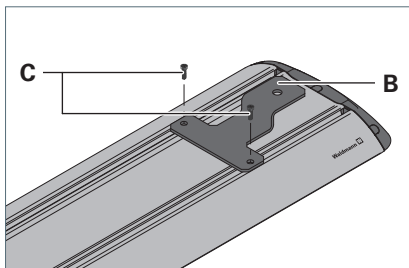
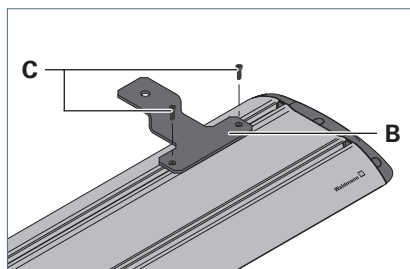

Fig. 6: Montaggio dell'angolare per il tipo di montaggio "in alto, fisso", possibilità 1.
Fig. 7: Montaggio dell'angolare per il tipo di montaggio "in alto, fisso", possibilità 2.
- Montare i due angolari allegati **B** con le viti in dotazione **C** e i dadi scorrevoli sull'apparecchio d'illuminazione e stringere le viti, vedi Fig. 6 oppure vedi Fig. 7.